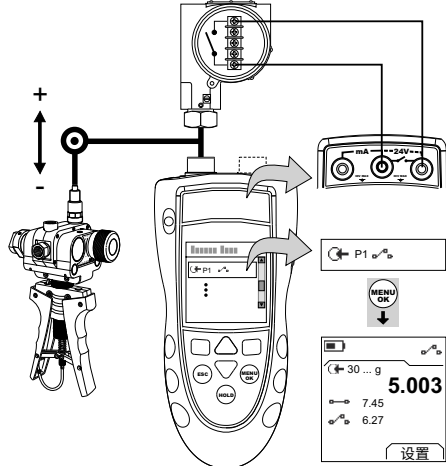

图 4：示例配置 — 开关测试
- 连接仪表（图 4），如果有必要，调整 Set Up（设定）（表 1）。